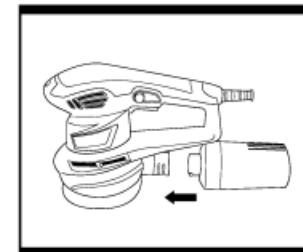

Fig. 5
5. BOÎTIER DE RECUPERATION DES POUSSIÈRES (Fig. 5)